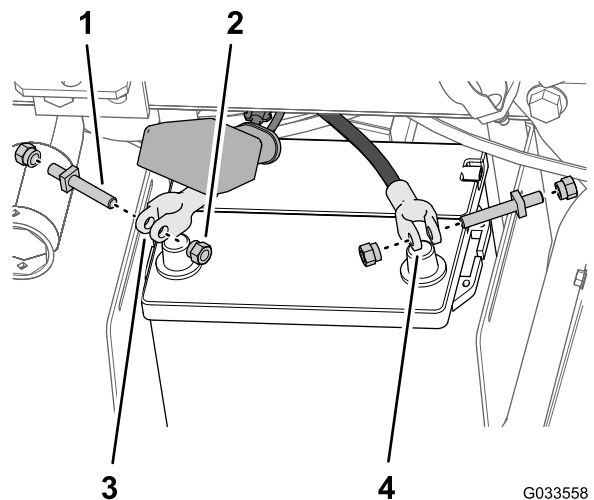

Рисунок 30
5. Установите, не затягивая, болты клемм и зажимные гайки на зажимы положительного и отрицательного кабелей аккумулятора (Рисунок 30).